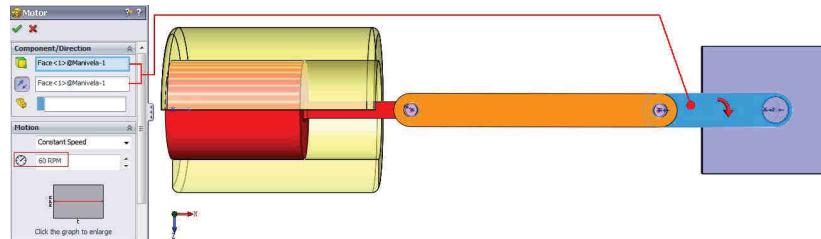

Fig. 17.38
- Selectie fața manivelă din fig. 17.38.
- Select the face of the crank, fig. 17.38.